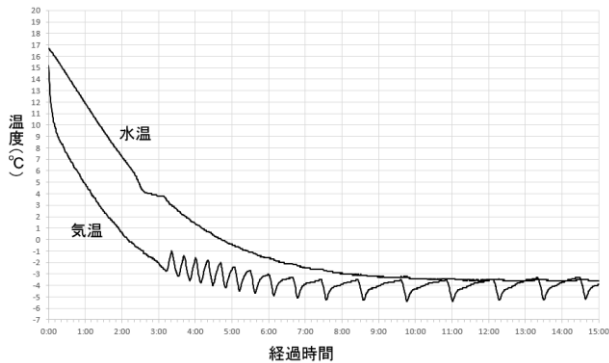
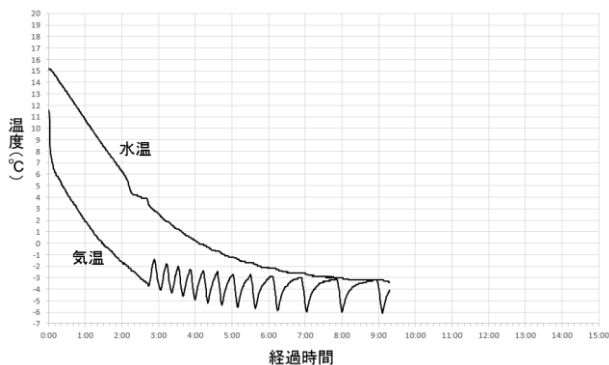
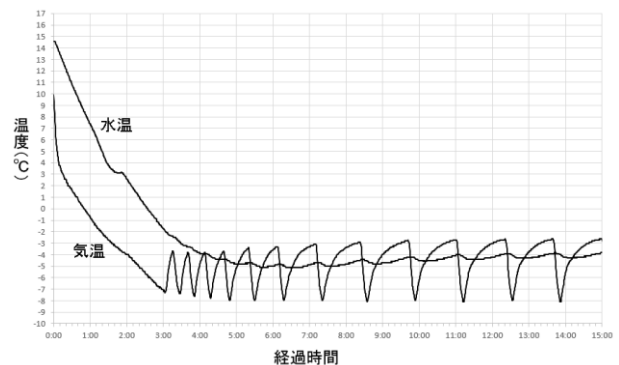

図2. 冷凍庫内の気温と水温(「弱」設定)
図3. 冷凍庫内の気温と水温(「強」設定)
図4. 冷凍庫内の気温と水温(角部分)
なお、図2の③付近で水温が異常な変化をしているが、これは水の比重が $4^{\circ}\text{C}$ で最も大きいことから、ペットボトルの中の水が対流し始めたためだと思われる。また、図2の④では一時的に気温が少し上がっているが、これは温度計に近い位置のペットボトルの水が凍り、その付近の気温が少し上昇したのだと思われる。
図2、図3は、25本の内、中央のペットボトルの中の水温と、その近くの気温の変化である。図2は冷凍庫の調整ダイヤルを最も弱い「1」にした場合で、図3は最も強い「8」にした場合である(約9時間で中断)。温度が下がるスピードは異なっているが、冷凍庫内の気温は-5°C前後まで下がり、そこで上下を繰り返しているのがわかる。この繰り返しが、サーモスタットによる冷凍庫の電源がON・OFFを反映したものである。気温はこのように上下しているが、水温は緩やかに変化し、
次に、冷凍庫内の角にあるペットボトルの中の水温と、その近くの気温の変化を測定したのが図4である。冷凍庫の調整ダイヤルは最も強い「8」であるが、図3の中央付近のペットボトルの水と比較すると、冷凍庫の電源のON・OFFに伴って、水温も少し上下を繰り返していることがわかる。また、冷却開始から6時間くらい経つと水温は-5°C程度まで下がっているが、その後少し温度が上がっている。実際に過冷却水を作成すると平均2~3本凍っていたが、凍ってしまうのは周囲の壁面のそばのペットボトルであり、このような温度変化により凍りやすいのかもしれない。